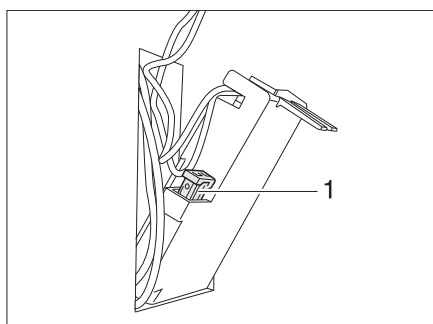

Fig. 318 Fusible del inodoro Thetford
- Cambiar el fusible (Fig. 318,1).